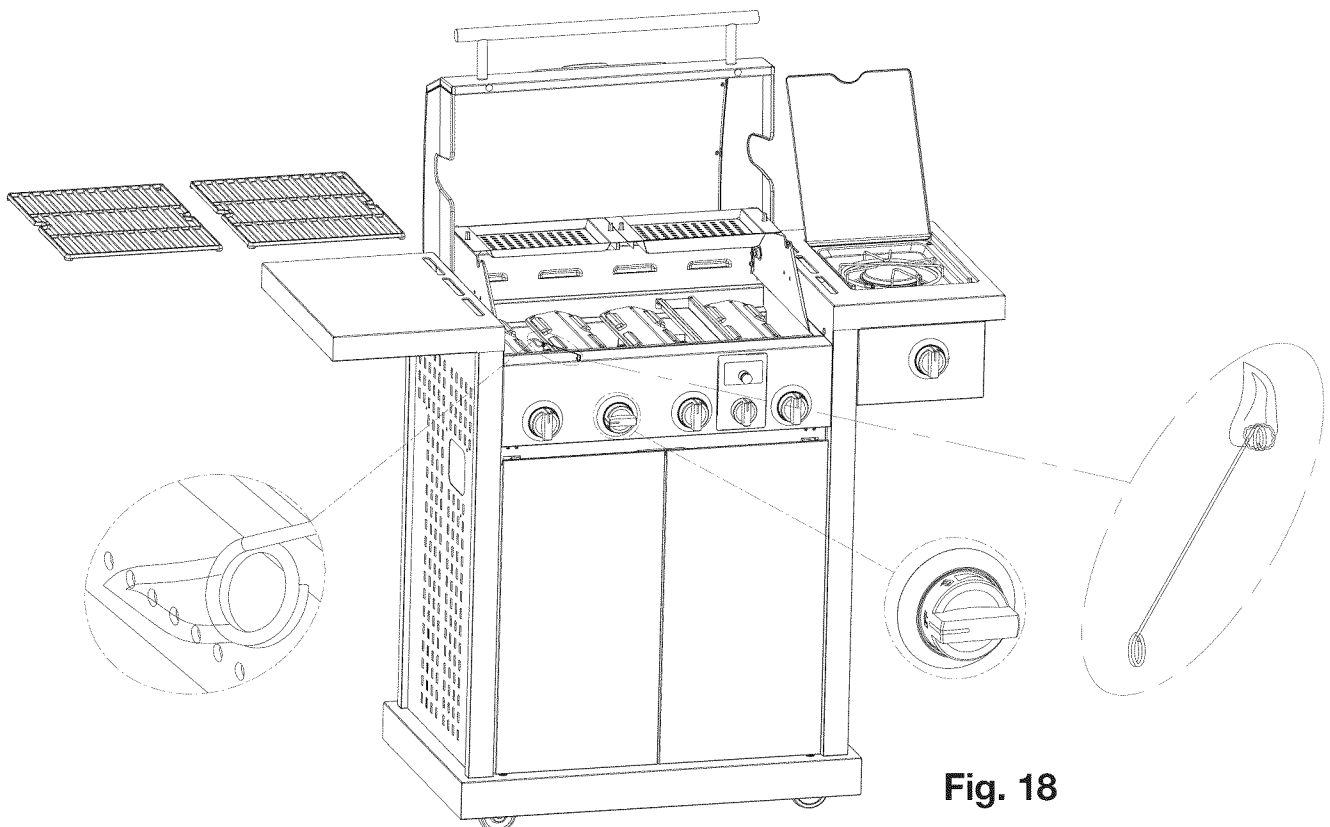

Fig. 18
3. Gire la perilla de control a la posición de encendido (🔥) como se indica en la **Fig. 18**.
4. Quite el portacerillos del nudo en el costado de la base. Coloque un cerillo encendido entre las bobinas en el extremo del portacerillos y sostenga al lado del quemador para encender como se muestra en la **Fig. 18**. Si no se produce el encendido en 5 segundos, apague (OFF) la perilla de control del quemador y comuníquese con Asuntos del Consumidor.